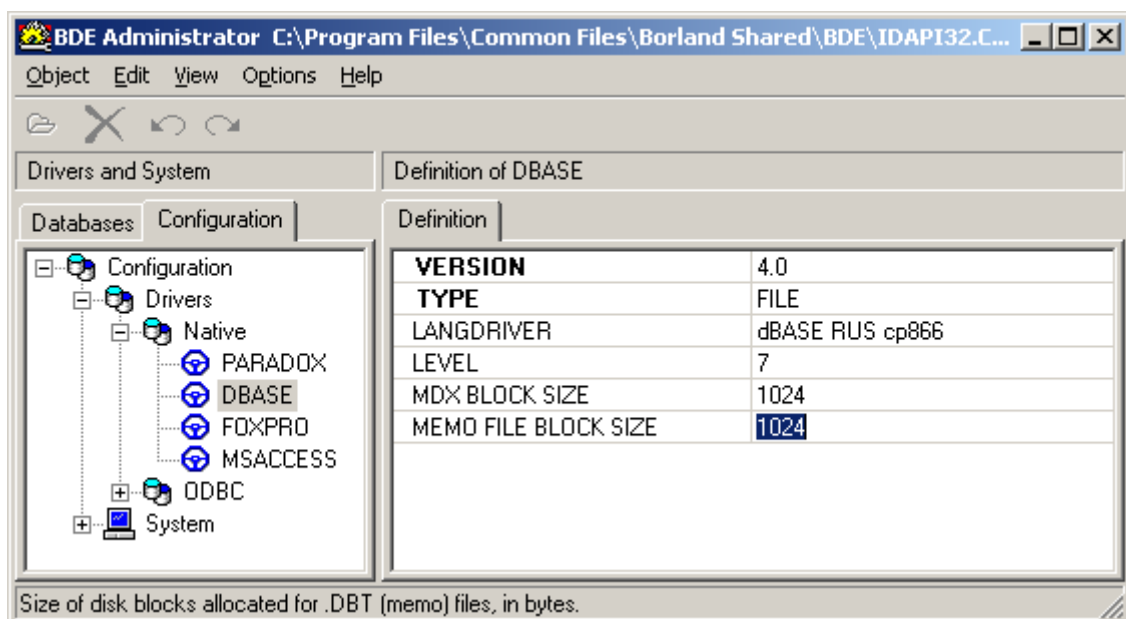

Рис.3.2.2. Установка параметров драйвера DBASE
- на листе **Configuration\Drivers\Native** выбрать **DBase** и установить **LANGDRIVER- dBase RUS cp866** (см.рис.3.2.2):